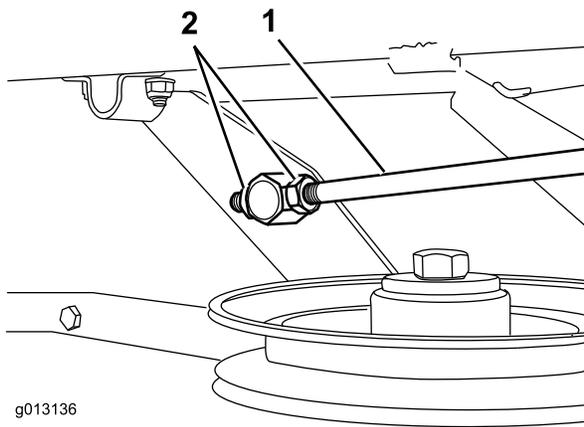

Bild 44
- Stellen Sie die Länge des Verbindungsgestänge (an der linken Seite der Maschine) ein, um den richtigen Höhenabstand zwischen der vorderen und hinteren Spitze des linken Messers zu erhalten (Bild 44).